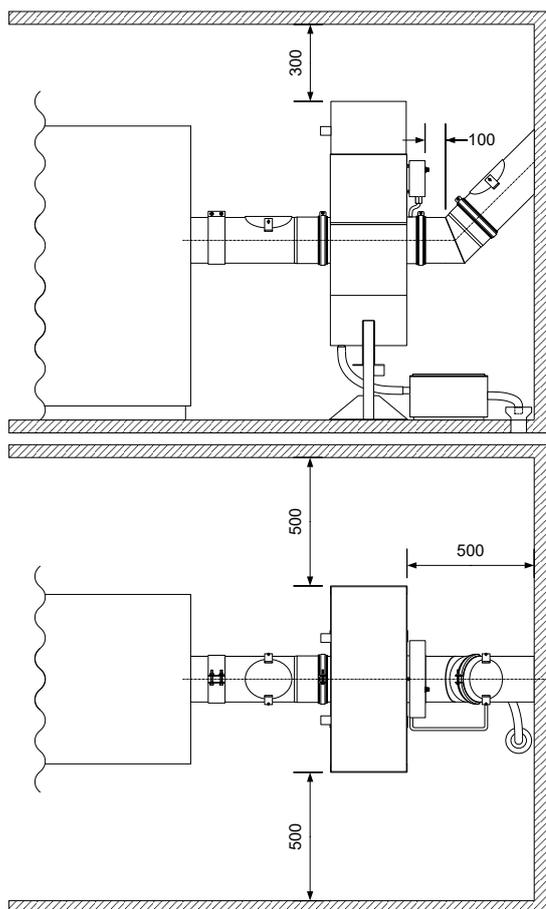
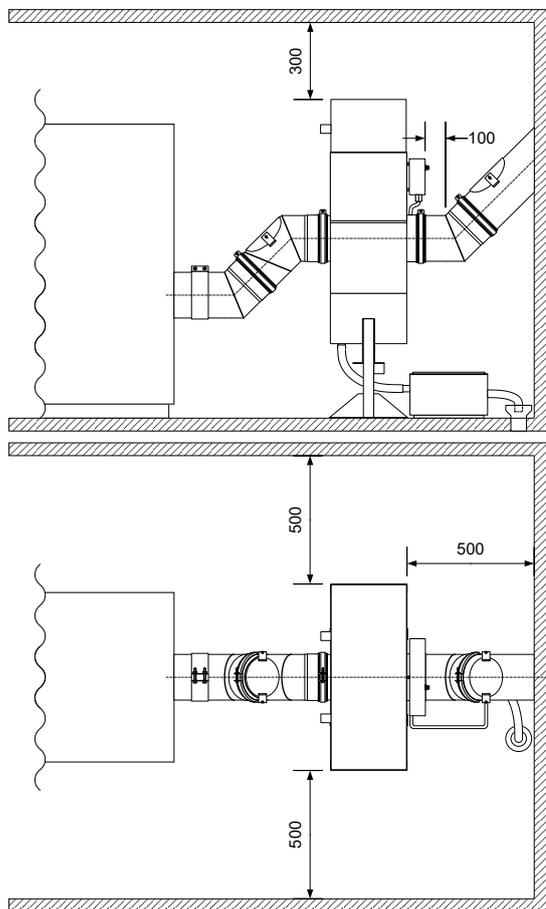

Abbildung 5: MX mit Abgasanschluss-Set gerade
Abbildung 6: MX mit Abgasanschluss-Set versetzt
Der MX wird meist mit einem Abgasanschluss-Set geliefert (Abbildung 5 und Abbildung 6).
**Bei tiefem Abgasstutzen des Heizkessels kann das Niveau des Kondensatablaufs vom MX mit einem versetzten Abgasanschluss-Set (Abbildung 6) angehoben werden.**